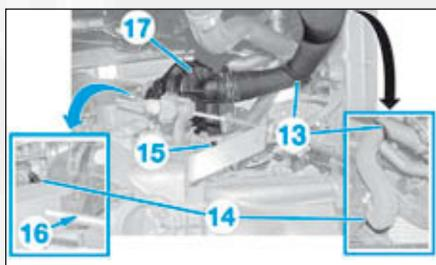

FIG.8
- les colliers de serrage (13) et (14) (Fig.8),
- les vis (15) et (16),
- l'ensemble résonateur et conduit d'admission d'air (17),